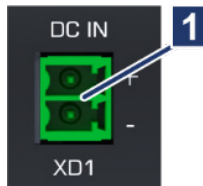

Abb. 6-6: Stromversorgung *DC IN*
1. **⚠️ GEFAHR!** Elektrischer Strom! Sicherstellen, dass die Versorgungsleitungen spannungsfrei sind. Ankommende Kabel von Stromversorgung an Klemme *XD1 (DC IN)* anklemmen (→ Abb. 6-6/1). Dabei auf richtige Polarität achten!